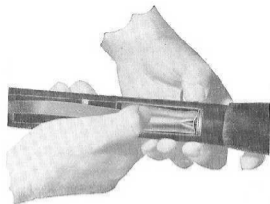

Fig. 4
- 2) Premere lo svincolo col pollice sinistro per poter abbassare l'elevatore col pollice destro (fig. 4);